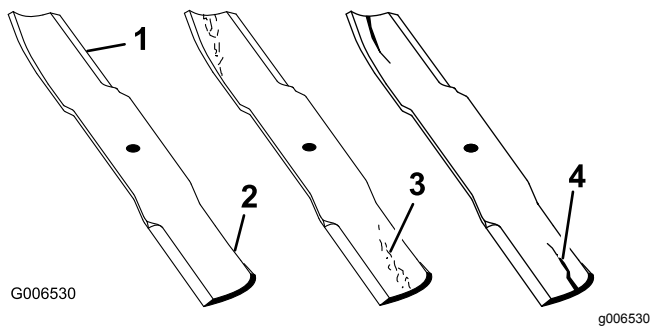

図 43
1. 刃先の部分を点検する 図 43。
2. ブレードを点検、特に立ち上がりの湾曲部 図 43をていねいに点検する。
注 破損、磨耗、割れの発生などがあれば 図 43の3、直ちに新しいブレードに交換する。